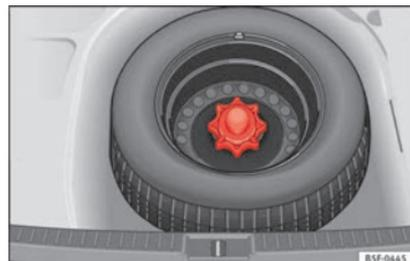

Fig. 248 Ruotino di scorta: piano di carico sollevato.
- Sollevare il piano di carico e mantenerlo sollevato per poter togliere la ruota di scorta » fig. 248.